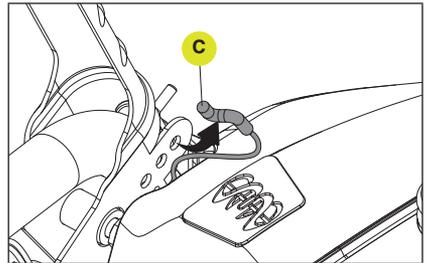

Figure 56
- Décrochez le connecteur (C) de la poignée de commande. Vous devrez peut-être déplacer la poignée de commande pour faciliter le retrait. (Fig. 56)